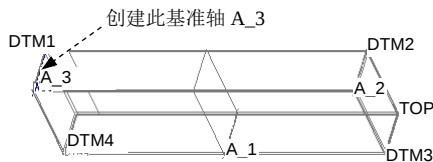

图 10.5.14 创建基准轴 A_3
Step9. 创建图 10.5.14 所示的基准轴 A_3。单击 **模型** 功能选项卡 **基准** 区域中的  轴按钮，按住 Ctrl 键，选取 DTM2 和 DTM4 基准面，单击对话框中的 **确定** 按钮。